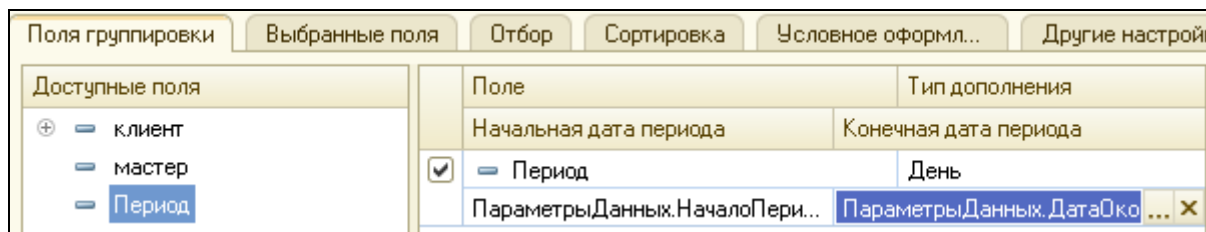

Рисунок 4.34 Настройка даты окончания периода
7. Для нового поля аналогично настроить дату окончания (рис. 4.34).